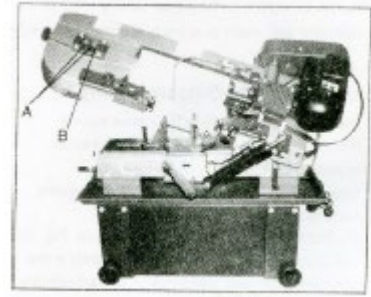

Fig.13
5. Lösen Sie die Bolzen (A – Abb. 13).
6. Drehen Sie die Stellschraube (B), während Sie die Spur des Sägeblatts am Rad im Auge behalten. Drehen Sie im Uhrzeigersinn, um das Sägeblatt näher zum Radflansch zu bringen, gegen den Uhrzeigersinn, um das Sägeblatt weiter weg vom Radflansch zu bringen.